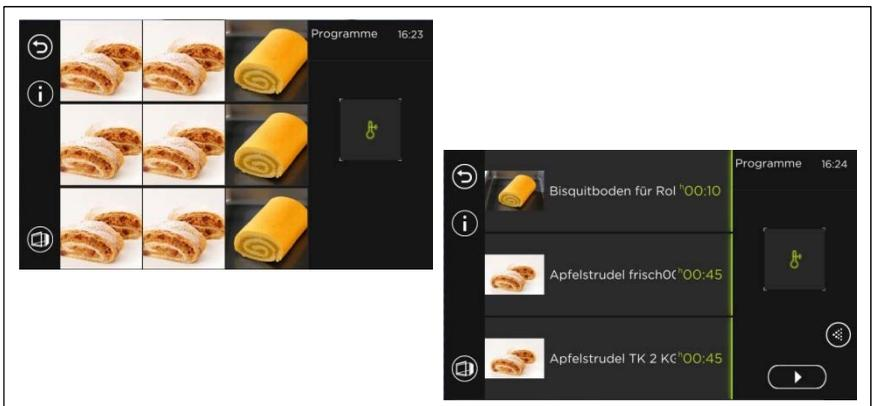

Abb. 27: Listen-Bildschirm QuickModeASC (Programme angewählt) bereit zum **START** (a. Vorheizen manuell anwählbar, b. Standby-Temperatur eingestellt)
- Bildschirm *Listenanzeige Programmauswahl im ASC-Modus* erscheint (siehe Abb. 27).